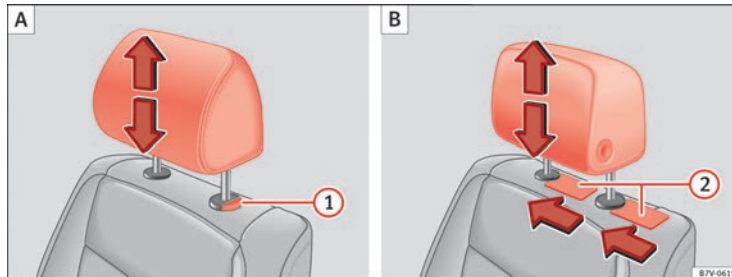

Abb. 86 A: Einbau der Kopfstützen ohne Möglichkeit der Längsverstellung, B: Einbau der Kopfstützen mit Möglichkeit der Längsverstellung.
- Bei vollständig eingedrücktem Knopf die Kopfstütze entnehmen ⇒ Abb. 86 **1 A**.